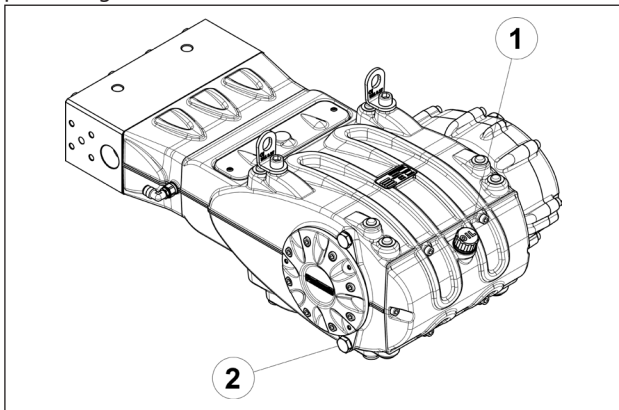

Fig. 1
Las operaciones de reparación de la parte mecánica deben ser realizadas después de haber retirado todo el aceite del cárter. Para eliminar el aceite es necesario quitar el tapón de llenado de aceite pos. ①, Fig. 1 y a continuación el tapón de descarga pos. ②, Fig. 1.